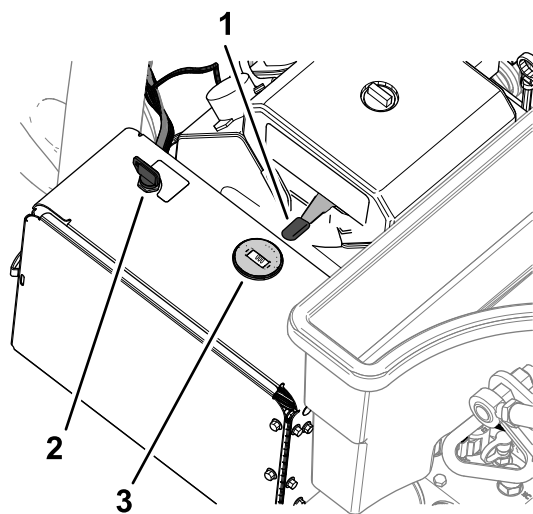

Figura 71
2. Spostate la leva dell'acceleratore (Figura 71) in posizione di MINIMA.